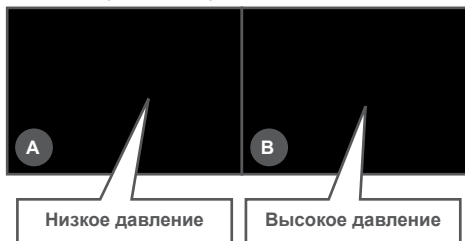

Рис. 12 Положения головки струйной трубки
2. Оттяните головку струйной трубки от себя (Рис. 12А).
*Для отключения подачи моющего средства верните головку струйной трубки в рабочее положение (Рис. 12В).*